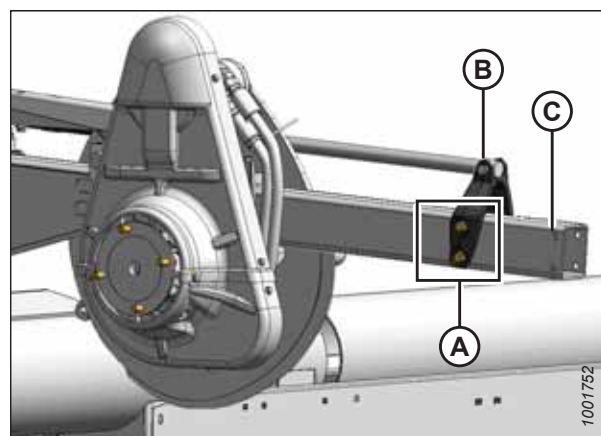

Рисунок 3.39: Заднее положение
- Заднее положение, см. рис. 3.39, страница 69